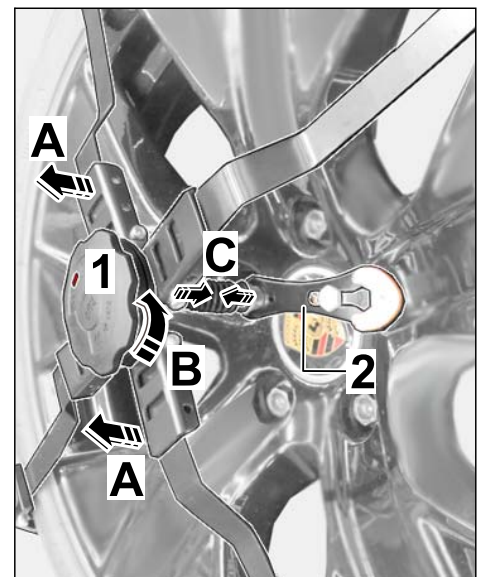

Bild 11
3.1 Drehknopf etwas von dem Hinterrad abziehen (⇒ Bild 11-A-).
Drehknopf dabei gleichzeitig nach Links (Minus "-" Zeichen ⇒ Bild 11-B-) aufdrehen, bis sich der Befestigungshebel mit Seil und Faltenbalg (⇒ Bild 11-C-) gelockert haben.